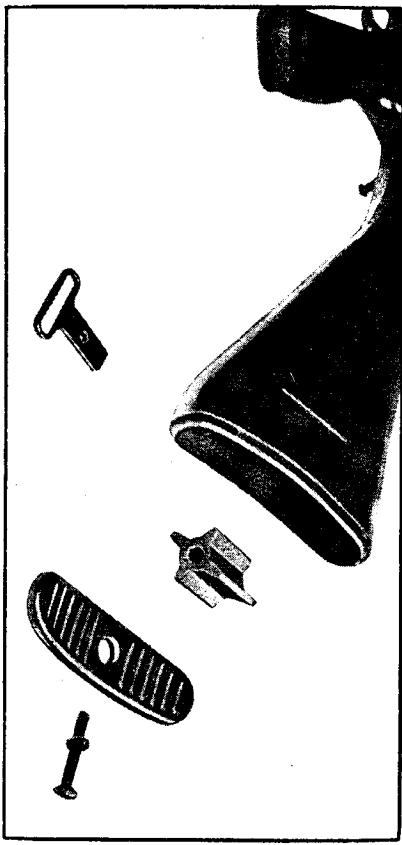

Fig. 55
La fig. 55 mostra i particolari liberati da questa operazione:
*Figure 55 shows the parts released by this operation:*